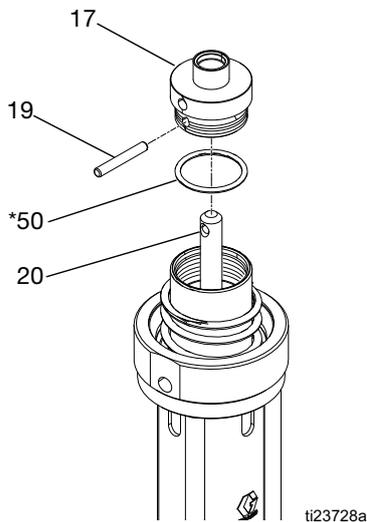

FIG. 14
6. Enlevez la goupille du goujon (19) et retirez le bouchon (17) du piston de l'arbre de transmission (20). Enlevez le joint torique (50*) du bouchon du piston. Inspectez toutes les pièces à la recherche de dommages. Voir FIG. 14.